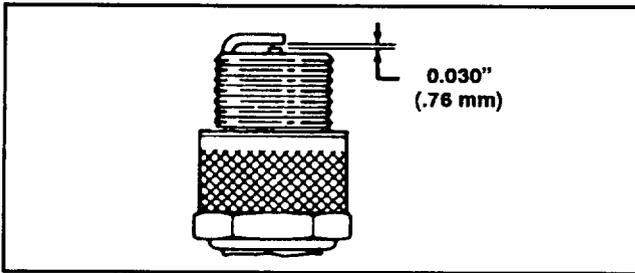

Figure 16
3. Régler l'écartement de l'électrode à 0,76 mm (0,030 pouce) (fig. 16). Installer la bougie ainsi préparée et le joint d'étanchéité. Serre à un couple de 19 N•m (14 pieds-livres).